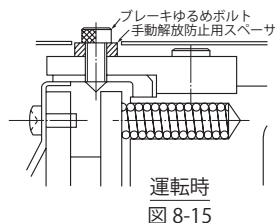

図 8-15
- (2) ブレーキを解放した後、再び元の状態に復帰させる場合は、安全のため(1)で取り外した手動解放防止用スペーサを元どおりに取り付けてください。(図8-15参照)
- (3) ブレーキゆるめボルトのサイズは次の通りです。